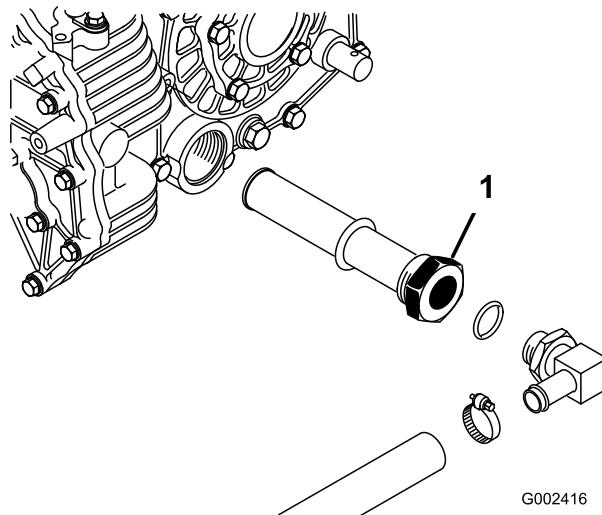

Figura 63
3. Observe la orientación del tubo hidráulico y del codo de 90° conectado al filtro en el lateral del depósito (Figura 63).